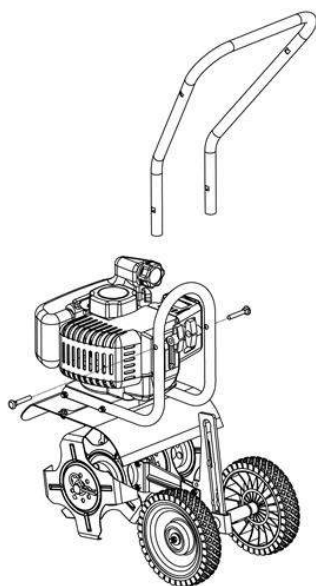

Рис. 1
- Вставьте среднюю часть рукоятки в нижнюю так, чтобы все отверстия совпадали, после чего закрепите место соединения с помощью болтов и гаек (см. рис.1).